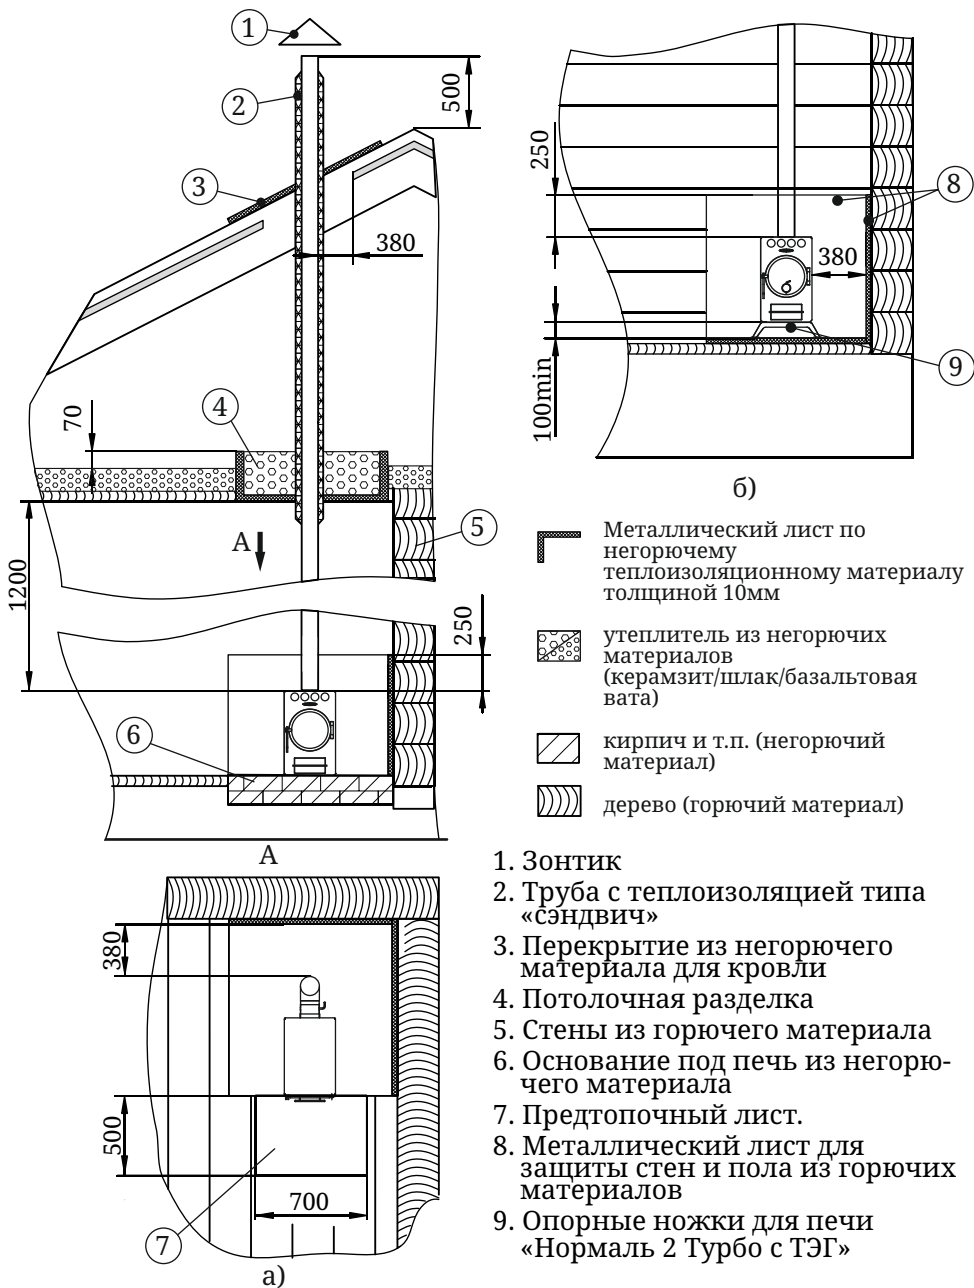

Рисунок 5. Монтаж печи «Нормаль»
- пол из горючих и трудногорючих материалов перед дверкой топки защитить металлическим листом размером 700x500 мм (рисунок 5);